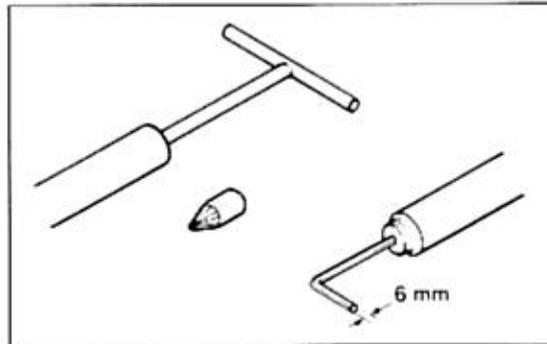

Bild 160
- Anschlagfeder aushebeln (Bild 160).